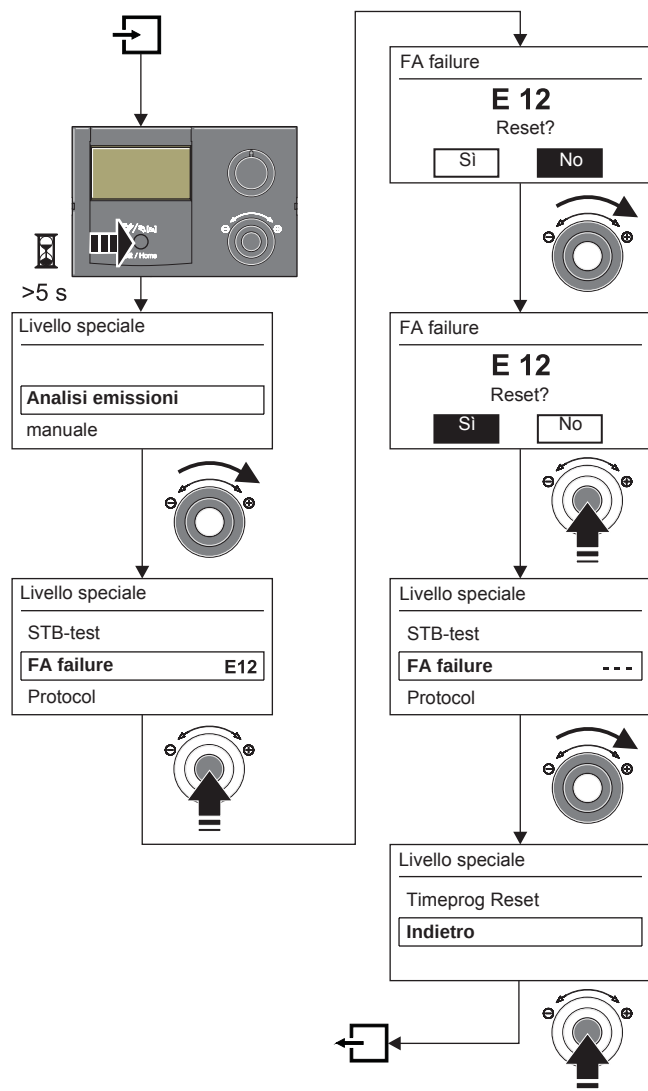

Figura 6-3 Cancellare l'errore
2. Premere il tasto Exit (figura 6-3) per almeno 5 secondi.